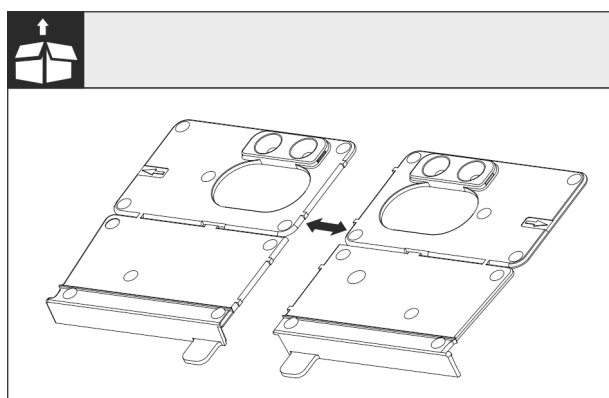

Fig. 27
- Separare l'angolare di montaggio della base Fig. 27 () lungo la perforazione.